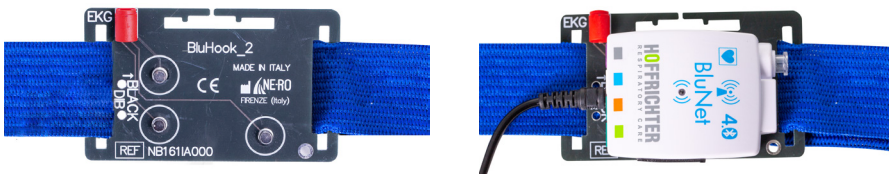

Abbildung 21: Vorbereiten der Halterung für BluNet PG
1. Befestigen Sie das BluNet über die drei Druckknöpfe auf den BluNet PG Trägerplatte 00020331 (Abbildung 21), bis über ein Einrasten eine Verbindung entsteht.